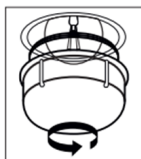

Abbildung 23
2. Entfernen Sie den Glasschutz, indem Sie ihn gegen den Uhrzeigersinn drehen. (Siehe Abb. 23) Wenn Sie Schwierigkeiten beim Drehen haben, können Sie Plastikhandschuhe verwenden